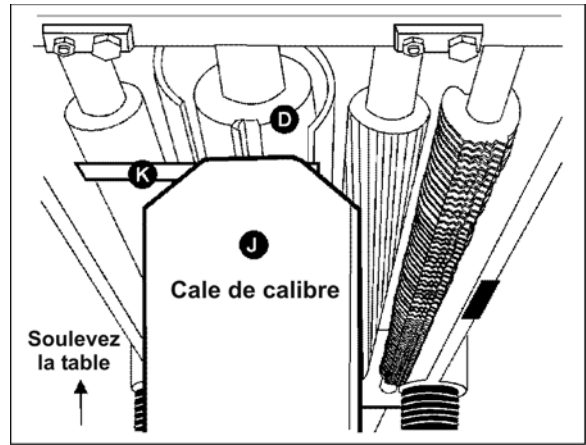

Figure 26
3. Placez la cale du calibre (J, Figure 26) sur la table directement en dessous de la tête de la découpeuse (D, Figure 26).
4. À l'aide d'un calibre d'épaisseur de 0.02" (0.5mm) (K, Figure 26) placé au dessus de la cale du calibre, soulevez la table de travail jusqu'à ce que le couteau touche le calibre d'épaisseur lorsque le couteau est à son point le plus bas. Ne déplacez pas la table de travail plus loin tant que le rouleau de sortie n'est pas réglé.